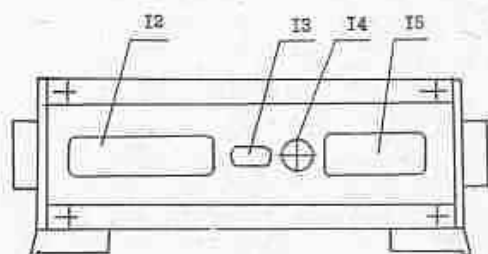

Рис. 5
8.1.1. Органы управления и подсоединительные разъемы расположены на передней и задней панелях прибора (рис.5).